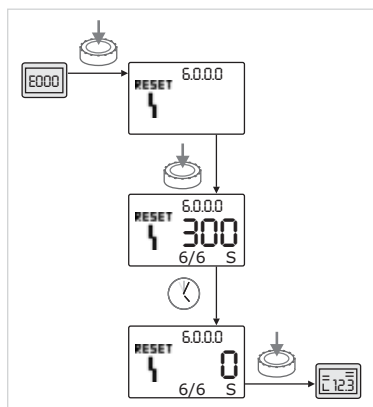

Fig. 48: Confirmar o tipo de avaria B ($X = Y$)
- Se o número actual de ocorrências da avaria for igual ao número máximo de ocorrências (fig. 48):